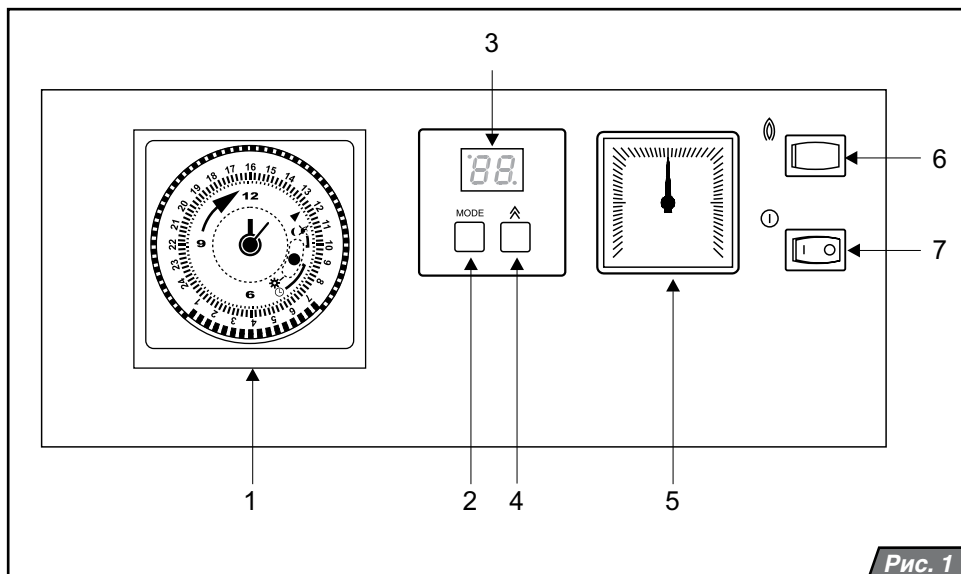

Рис. 1
Главный выключатель (рис.1, поз.7) предназначен для включения и выключения котла. Он располагается в правой части панели управления.
Описание элементов управления (рис. 1):
Давление в системе отопления постоянно отображается на манометре котла (рис.1, поз.5).
4. давление в системе отопления находится в допустимых пределах 1 – 2 бара. Установите главный выключатель (рис. 1, поз. 7) в положение ВКЛЮЧЕНО (I). Котел включится и начнет работать в режиме нагрева воды в бойлере (если бойлер подключен к котлу). После нагрева воды в бойлере котел переключится на режим отопления (при условии, что режим отопления активен). В случае защитного
отключения котла на дисплее панели управления появится сообщение о неисправности (см. „Сообщения об ошибках“, стр.8). С помощью кнопки RESET (рис. 1, поз. 6) разблокируйте котел. Если, после включения, защитное отключение повторится, или невозможно будет произвести разблокировку котла, обратитесь в сервисную организацию.
При кратковременном отключении котла установите главный выключатель (рис. 1, поз. 7) в положение ВЫКЛЮЧЕНО (O). При выключении котла на длительный период необходимо отключить его от электрической сети и перекрыть подачу газа в котел. Если в зимний период котел не используется, то систему отопления необходимо опорожнить. Однако необходимо избегать частых сливов и подпиток системы отопления во избежание образования накипи и отложений внутри котла.